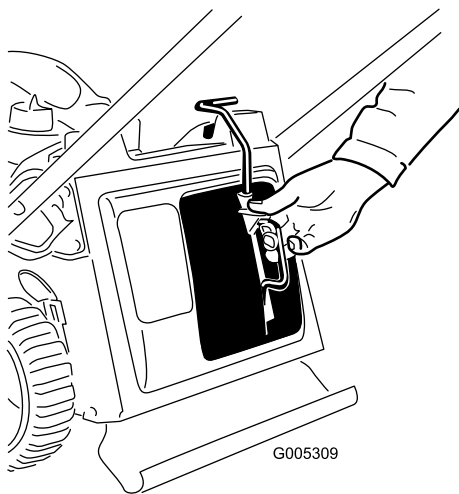

Figure 24
1. Enlevez l'obturateur de mulching (Figure 24).